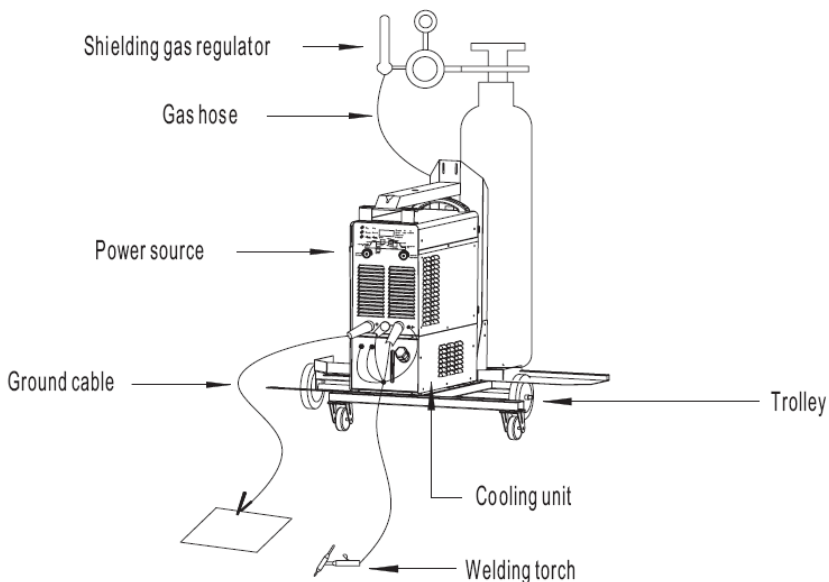

Рисунок 22 Подключение интегрированного блока жидкостного охлаждения горелки
**Подключение аппарата с интегрированным блоком жидкостного охлаждения показано на Рис. 22:**